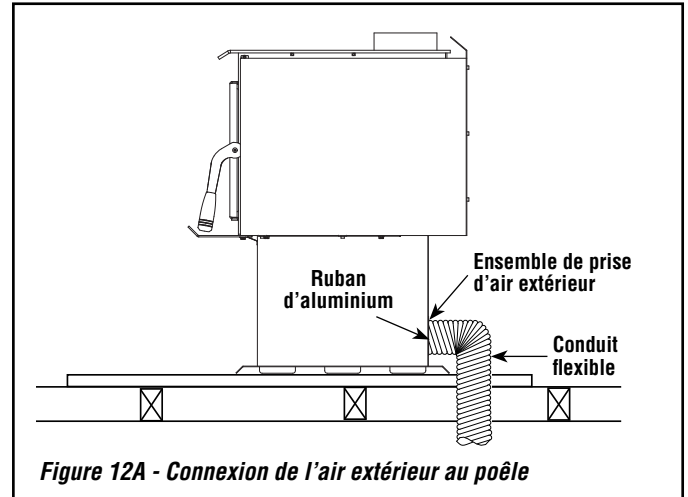

Figure 12A - Connexion de l'air extérieur au poêle
- Fixer la gaine sur la prise du poêle (voir figures 12A et 12B). En vous servant du ruban d'aluminium (inclus), enrroulez le ruban autour du joint entre le conduit flexible et les entrées d'air.